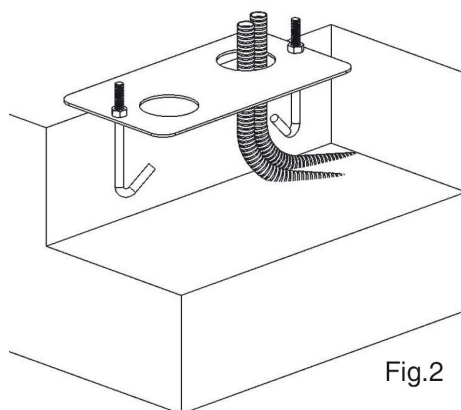

Fig.2
- Prévoir une ou plusieurs gaines pour le passage des câbles électriques (Fig.2).